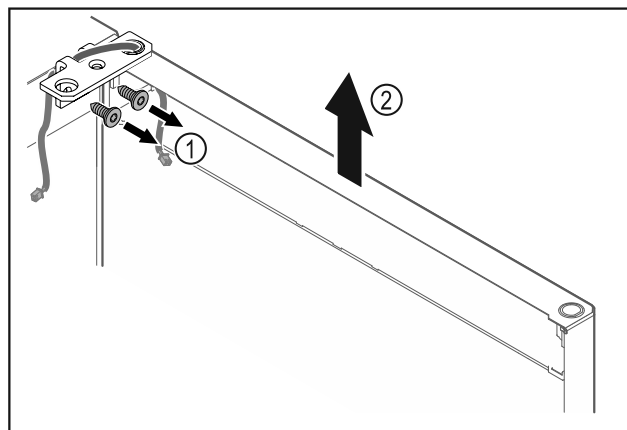

Fig. 16
- ▶ Odvijte kotnik tečaja vrat Fig. 16 (1).
- ▶ Vrata s kotnikom tečaja Fig. 16 (2) dvignite za približno 200 mm naravnost navzgor in jih snemite.